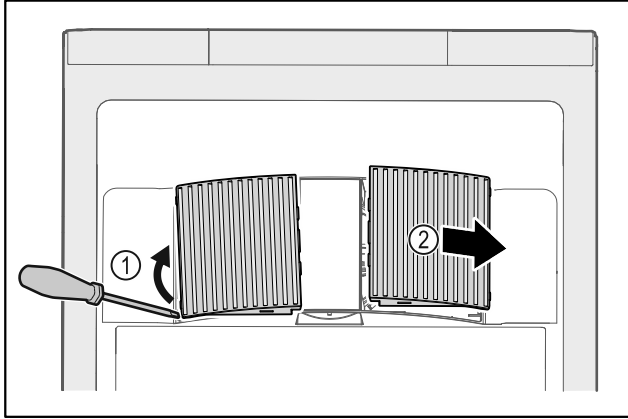

Fig. 141
- ▶ Αναμοχλεύστε προσεκτικά από το πλάι τα καλύμματα του ανεμιστήρα Fig. 141 (1) και αφαιρέστε τα προς τα εμπρός Fig. 141 (2).